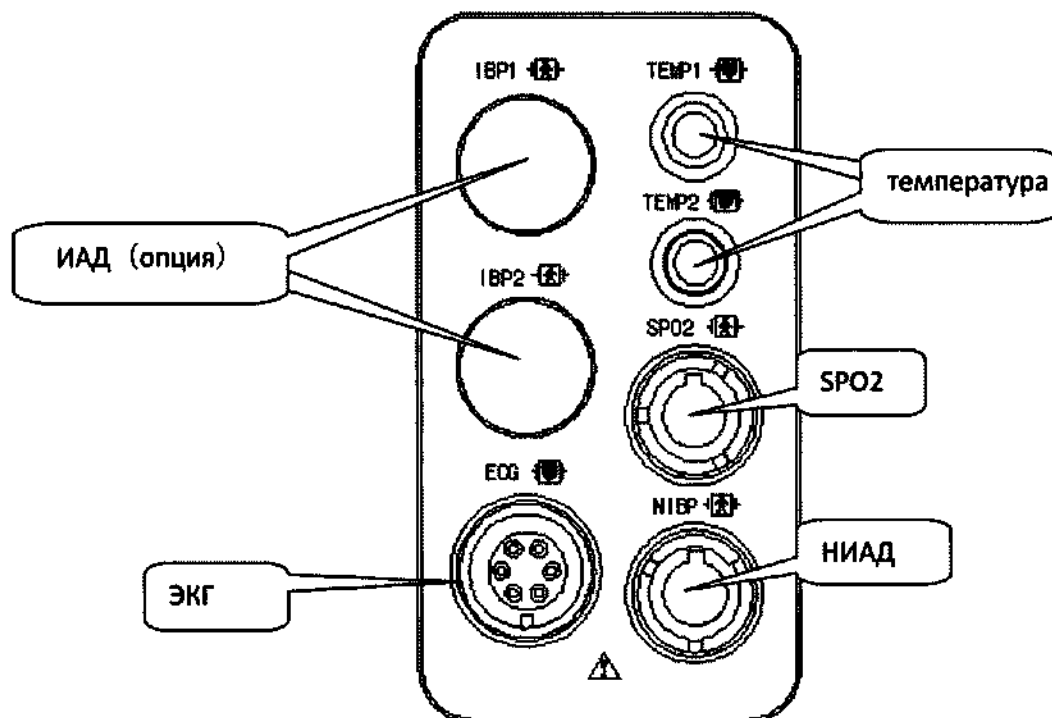
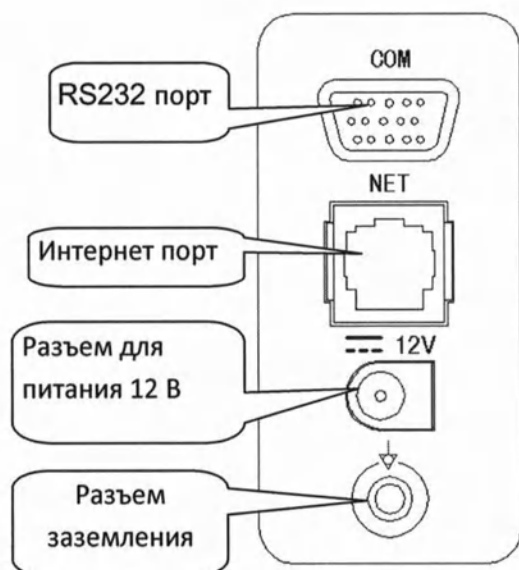
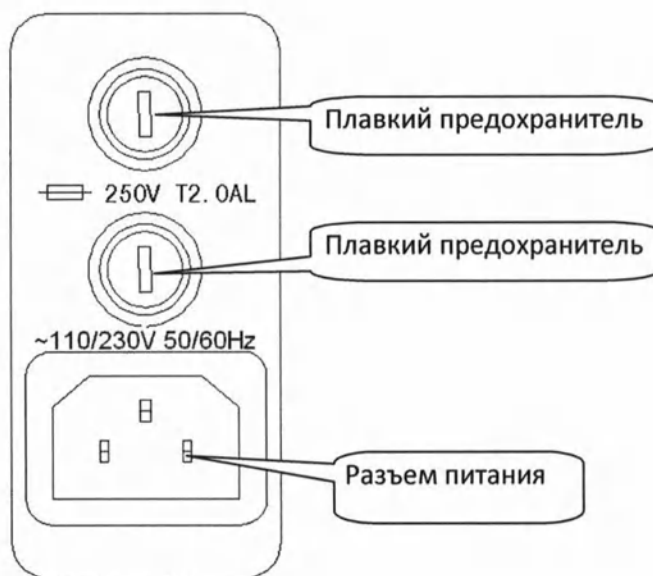

Рис. 3 Правая панель
Рис. 4 Левая панель
Рис. 5 Задняя панель
15.6.3. Внешняя маркировка электронного блока представлена на рис. 3, рис. 4 и рис. 5. Расшифровка внешней маркировки электронного блока приведена в таблице 3.